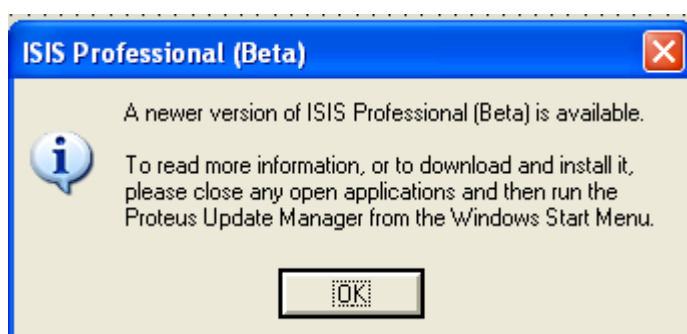

Figura 1: Janela *Update Manager* para atualização do Proteus
**System > Update Manager**, como é representado na janela de Update do PROTEUS na figura 1.